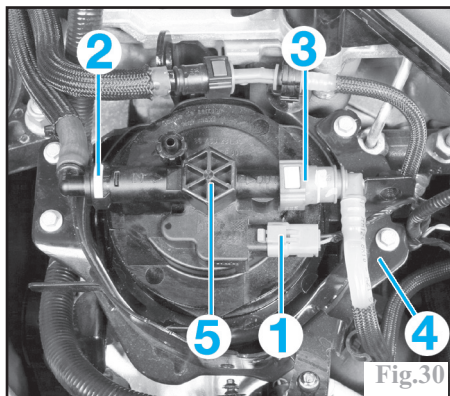

Fig.30
-le connecteur de réchauffeur de carburant (1) (Fig.30).
-la canalisation d'arrivée de carburant (2).
-la canalisation de sortie vers la pompe haute pression (3).